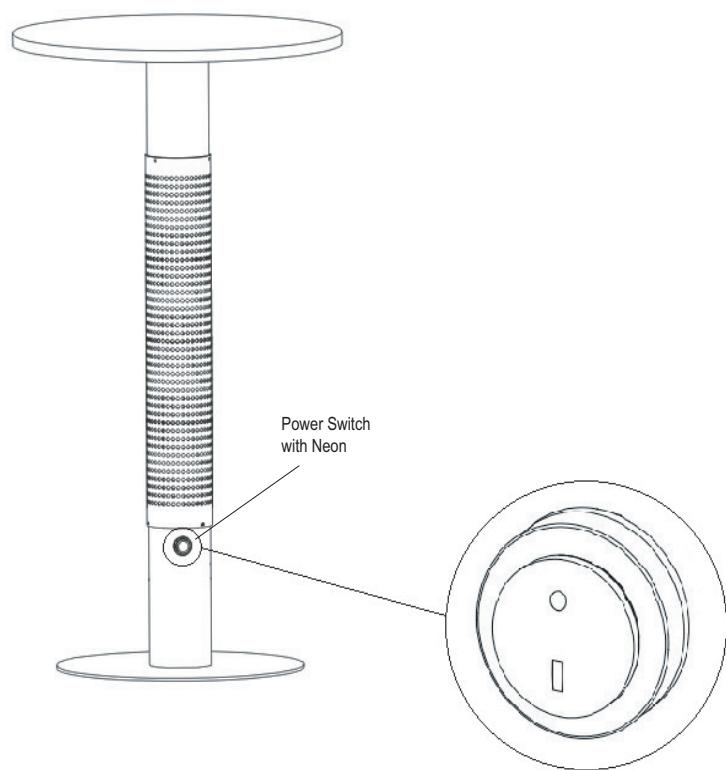

Fig 1.
This heater is a 1,500 W radiant patio heater, using a halogen heating element, with table top. Site the heater outside or in a large open area, it is not intended as a room heater, and well away from any obstructions. It is shown assembled in Fig 1, where the power switch is shown located beneath the grille. One dark point may exist on the surface of the heating element during the first few minutes after it is turned on. This is normal and will not affect the performance of the unit.
Connect the power cord to a 13 amp supply that is located in a safe dry area. The switch on the heater is used to control the operation of the heater. The (I) position for 1,500 W and the position (0) is off, see Fig 1. The unit must be securely grounded during operation.
Dieser 1.500 W Heizstrahler verwendet ein Halogenheizelement und besitzt eine Tischplatte. Stellen Sie das Heizgerät außen oder in einem großen Raum und nicht in der Nähe von Gegenständen auf. Das Gerät darf nicht als Zimmerheizung verwendet werden. Abb. 1 zeigt das komplett aufgebaute Gerät. Der Netzschatzter befindet sich unterhalb des Heizgitters. Während der ersten Betriebsminuten kann sich eine schwarze Fläche auf dem Heizelement bilden. Dies ist ein vollkommen normaler Vorgang und beeinträchtigt die Leistung des Geräts nicht.
Das Netzkabel an eine 13 A Steckdose in einer trockenen Umgebung anschließen. Das Heizgerät kann über den Netzschatzter des Geräts geregelt werden. In Position (I) wird das Gerät mit 1.500 W betrieben und in Position (0) ist es ausgeschaltet, siehe Abb. 1. Das Gerät muss während des Betriebs sicher geerdet sein.